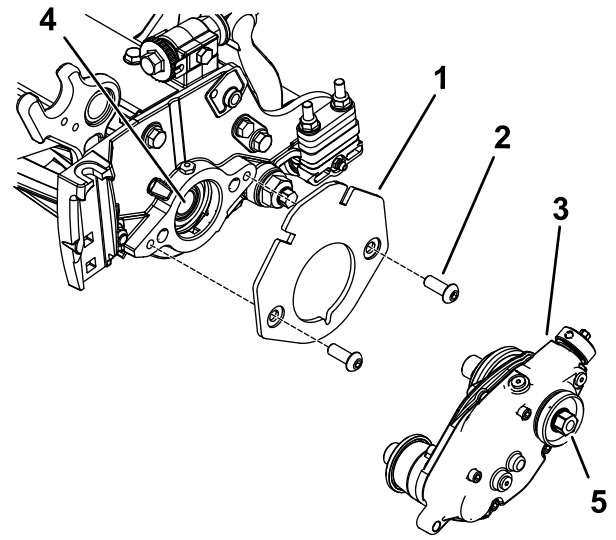

图 8
2. 用 2 个六角圆头螺栓  $\frac{3}{8} \times \frac{3}{4}$  英寸固定配重块架如图 8 所示。
3. 在内滚刀轴的螺纹上涂抹中等强度防松螺纹油如蓝色 Loctite® 243 乐泰胶图 8。
4. 用疏草刀驱动箱上的六角头螺栓将其连接到滚刀轴上图 8。